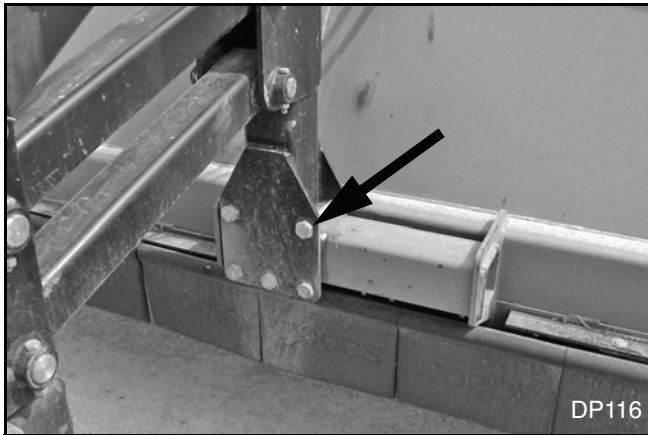

Figura 37. Posicionamento do conjunto da roda
8. Deslize o conjunto ao longo do tubo da estrutura até a nova posição (consulte a Figura 37).